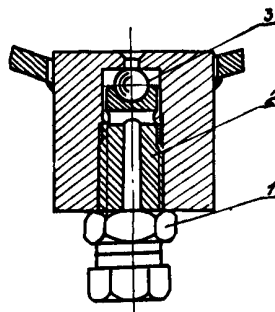

Рис.24. Спускной клапан (см.рис.3, узел 1):
- 25.2. Вывинтить болт 2 (рис.24) спускного клапана.
25.9. Ввинтить болты 2 спускных клапанов (см.рис.24).